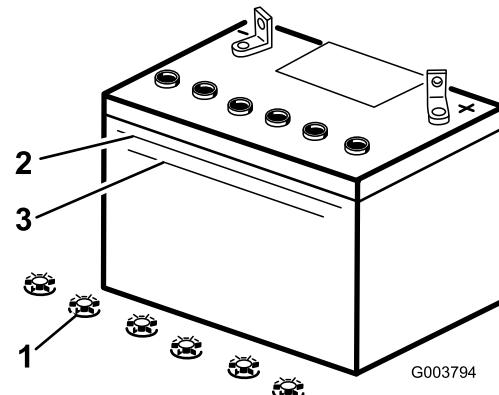

Bild 37
3. Sehen Sie sich die Seite der Batterie an. Der Füllstand muss bis zur oberen Linie reichen (Bild 37). Der Säurestand darf nicht unter die untere Linie fallen (Bild 37).
3. Entfernen Sie die Verschlussdeckel von der Batterie (Bild 37).
4. Gießen Sie langsam destilliertes Wasser in jede Batteriezelle, bis der Säurestand die obere Linie (Bild 37) am Batteriegehäuse erreicht.
5. Warten Sie nach dem Füllen der Batteriezellen fünf bis zehn Minuten. Gießen Sie bei Bedarf destilliertes Wasser in jede Batteriezelle, bis der Säurestand die obere Linie (Bild 37) am Batteriegehäuse erreicht.